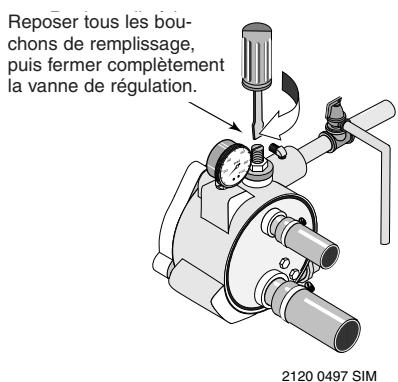

Figure 15 : Reposer tous les bouchons de remplissage, ainsi que la vanne de régulation
2. Reposer tous les bouchons de remplissage et fermer complètement la vanne de régulation (Se reporter à la Figure 15).